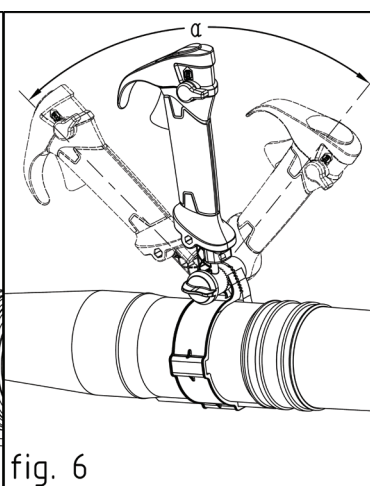

fig. 6
- Ручка управления имеет многопозиционное положение. Поверните ручку управления, ослабив ручку блокировки, чтобы принять наиболее удобное положение, затем надежно затяните ручку блокировки. (Рис. 6)